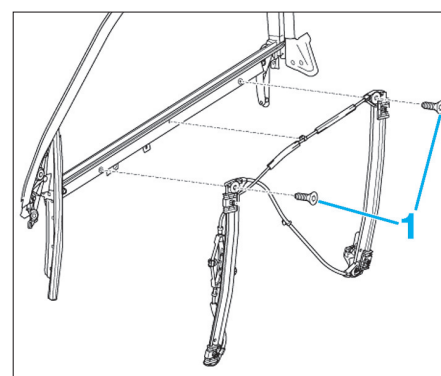

Fig. 51
- Déposer les fixations (1) (Fig.51).